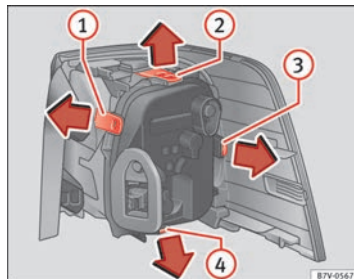

Abb. 214 Rückleuchte in der Karosserie: Lampenhalter ausbauen. ① bis ④: Verriegelungslaschen.
⇒ Abb. 214 ① bis ④ in Pfeilrichtung drücken.